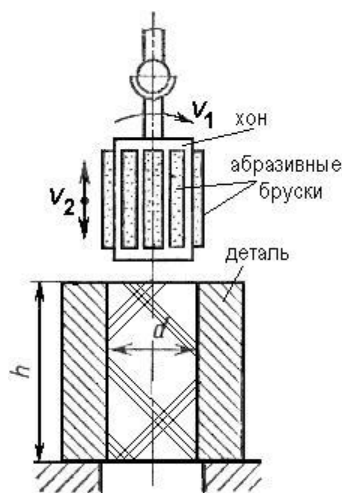

Рис. 5.3. Хонингование
*При хонинговании* заготовка закрепляется неподвижно, а инструмент – *хонинговальная головка* (или *хон*), которая имеет мелкозернистые абразивные бруски, совершает одновременно *вращательное* и *возвратно-поступательное* движение; при этом их скорости  $V_1$  и  $V_2$  неодинаковы (рис. 5.3).